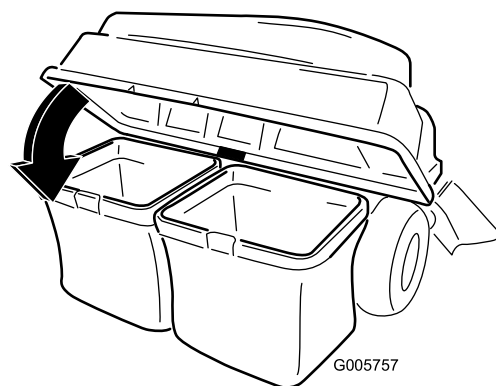

Figura 9
3. Abbassate il coperchio sul cesto (Figura 9).